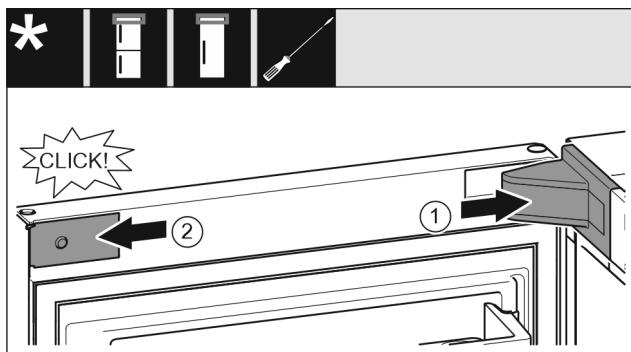

Fig. 20
- Встановіть та зафіксуйте кришку опорного кронштейна, у разі необхідності – обережно розтисніть. Fig. 20 (1)
- Встановіть збоку і зафіксуйте накладку. Fig. 20 (2)